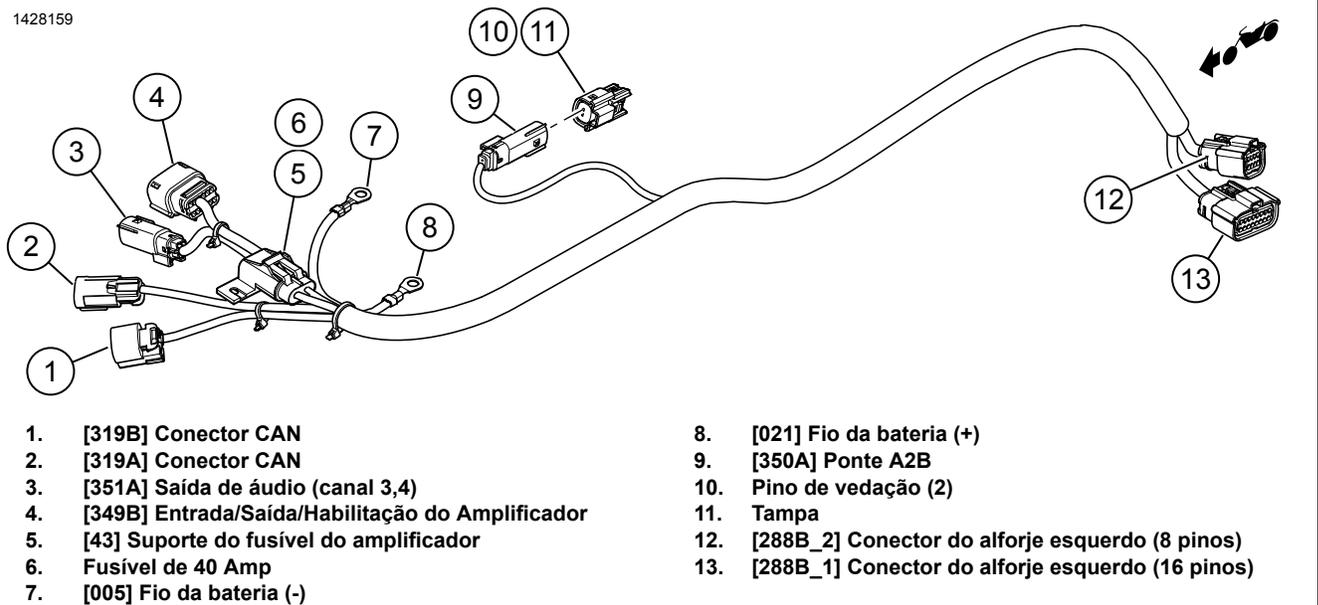

Figura 13. Conectores do chicote de fios externo (2017 e posterior)
Veja a figura 13. Se um amplificador secundário **NÃO** estiver instalado, insira pinos de vedação (10) na tampa (11) e conecte-os ao conector 350A (9).
Veja também Figura 13 para consultar os conectores de chicote de fios externo para modelos 2017 e posterior.